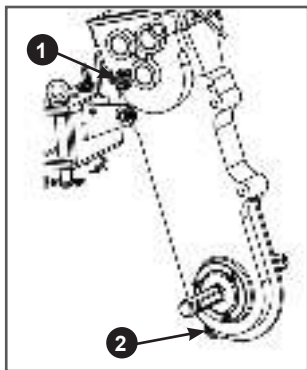

Рис. 39 Замена масла в редукторе
- Открутите крышку 1 маслозаливного отверстия (Рис. 39).
ва масла находится в нижней части редуктора мотоблока (Рис. 39).
- Закрутите пробку 2 отверстия для слива масла (Рис. 39).
- Закрутите крышку 1 маслозаливного отверстия (Рис. 39).